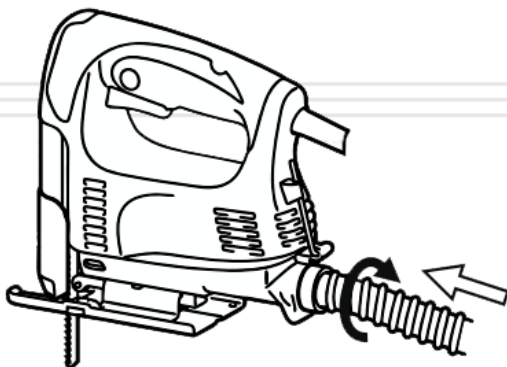

Рисунок 6. Схема приєднання пилососа до патрубку виробу.
5.2.5 Налаштування системи відводу пилу із зони різь (рис.6).